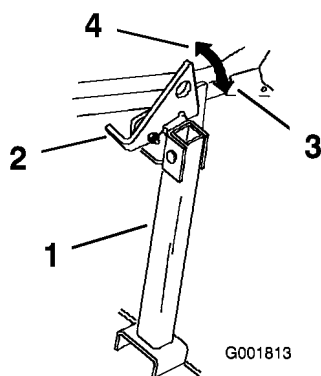

Figure 29
2. Relevez le verrou en position déverrouillée (Figure 29).